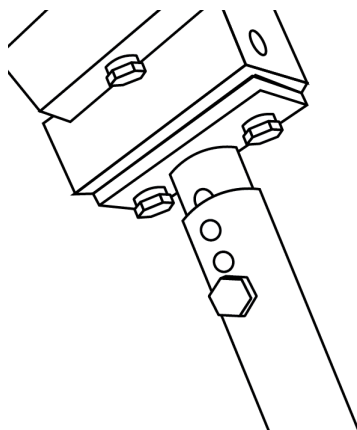

рис. 19
Установить щетку кронштейном (1) на штырь (2) мотоблока до совмещения отверстий кронштейна и штыря (рис.19). В отверстия вставить стопор (3) и защелкнуть скобу.
При растяжении приводного ремня снять стопор, выдвинуть кронштейн, совместить отверстия, вставить стопор и защелкнуть скобу (рис. 19).